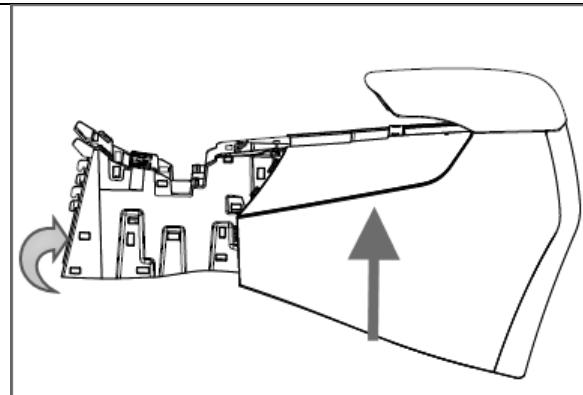

图 1.6.15 副仪表板本体的拆卸
- (4) 用手握住副仪表板本体将本体前部慢慢向上抬起,使副仪表板安装骨架与仪表板下本体的挂钩脱离,向上抬起即可取出副仪表板本体总成。如图1.6.15所示